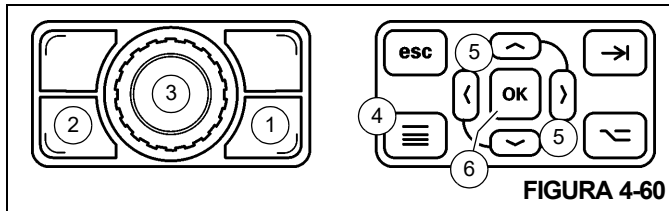

FIGURA 4-60
- Oprima el botón de cambio de pantalla (1, Figura 4-60) en el cuadrante selector para seleccionar el control de pantalla del ODM.
- Oprima el botón de menú (2) para ir a la vista de menús.
- Use el cuadrante selector (3) para seleccionar uno de los iconos de función del grupo de información (el icono
- Oprima el botón de menú (4, Figura 4-60) en el panel de control de navegación en el ODM para ir a la vista de menús.